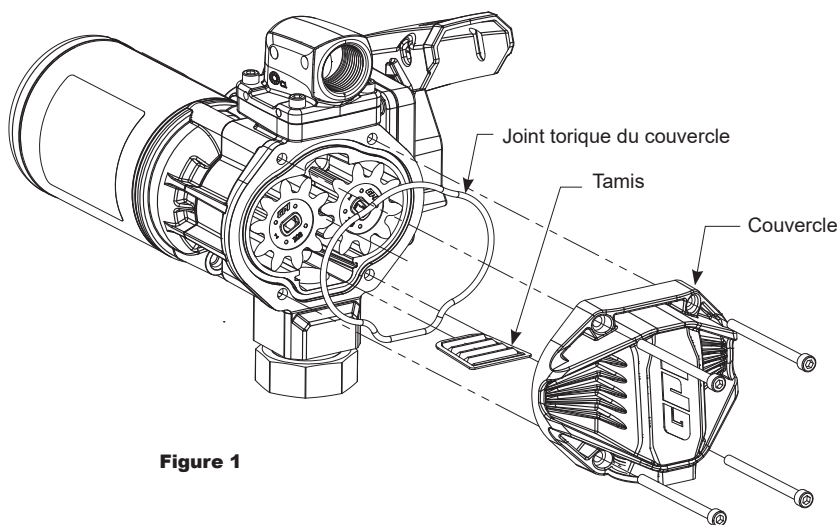

Figure 1
1. Arrêtez la pompe et débranchez-la de l'alimentation. À l'aide d'une clé hexagonale de 5mm, enlevez le couvercle, le joint torique et le tamis d'admission et examiner pour des dommages ou des obstructions (voir Figure 1). Nettoyez le tamis avec une brosse à poils doux et du solvant. Si le tamis est très sale, de l'air comprimé peut être utilisé. S'il est endommagé, remplacez le tamis.